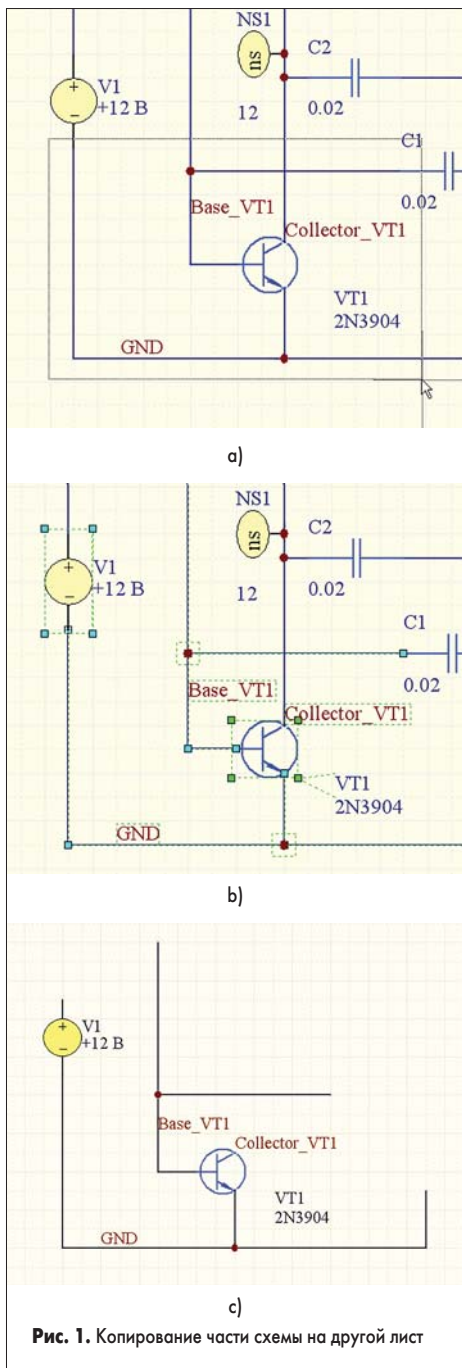

Рис. 1. Копирование части схемы на другой лист
8. С помощью мыши в окне охвата выделим часть схемы мультивибратора, содержащую транзистор VT1, метки цепей GND, Base_VT1 и Collector_VT1 (рис. 1, a).
11. Аналогичным образом добавим к выделению сегменты цепи GND и Base_VT1 (рис. 1, b).
16. Вращением ролика мыши при нажатых клавишах CTRL или SHIFT изменим масштаб обзора листа схемы, переместим указатель мыши в удобное для нас место и щелкнем левой кнопкой мыши. Редактор выполнит вставку нужного нам участка схемы мультивибратора (рис. 1, c).